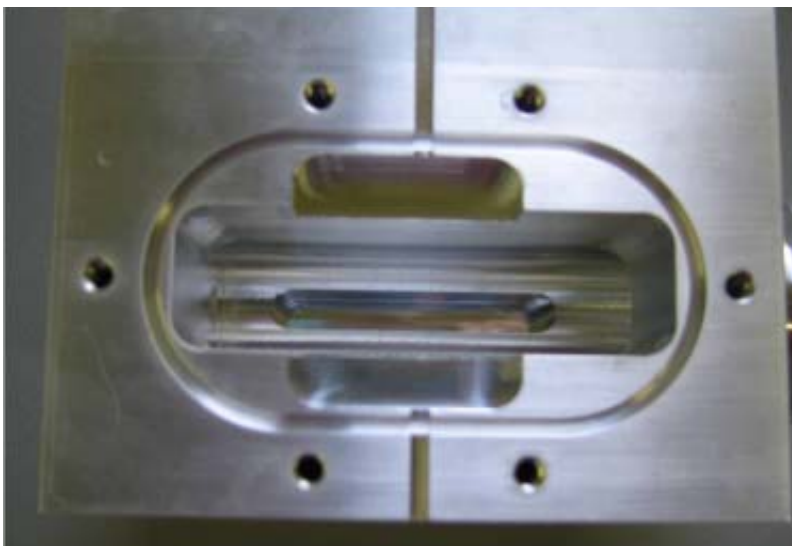

图 B-82 谱仪的机身内部
10. 如果谱仪的机身内部出现污垢，应用无绒布和异丙醇将其擦拭干净（图 B-82）。